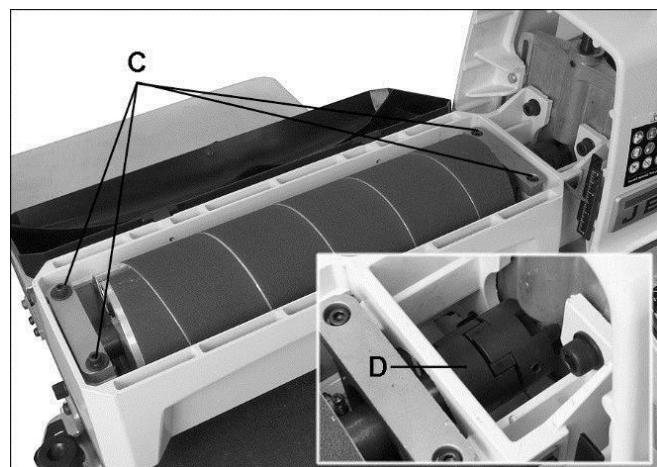

Рис. 10-2: снятие барабана.
Открутите четыре винта с внутр. шестигранником (C, Рис. 10-2). Осторожно выньте барабан с подсоединенными к нему муфтой (D).